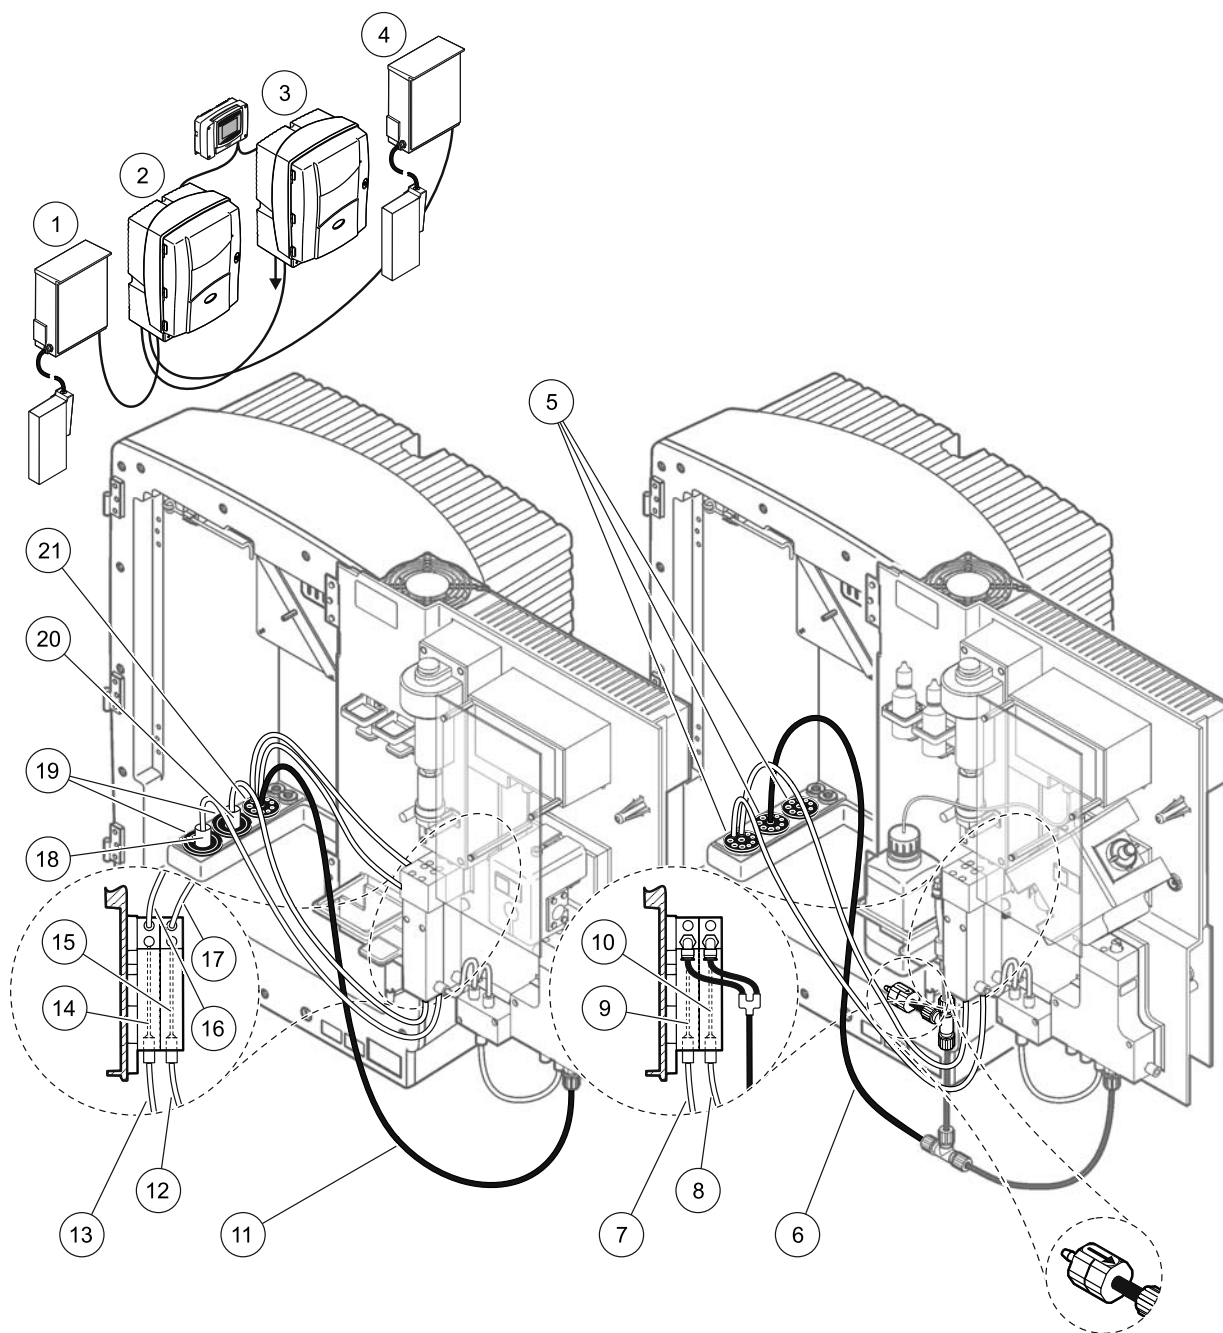

Рисунок 37 Монтаж версии 9b
Для версии 9b смотрите Рисунок 37 и следующие инструкции:
- a. Проведите шланг с подогревом от FILTRAX 1 через анализатор (Рисунок 37, позиция 18). Для фиксации используйте уплотняющую заглушку #1.